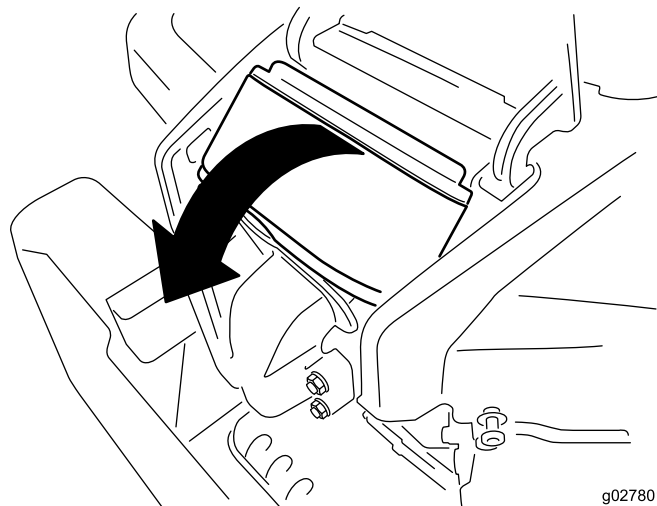

図 36
4. カバーを持ち上げてエアクリーナアセンブリをエンジンから取り外す 図 36。